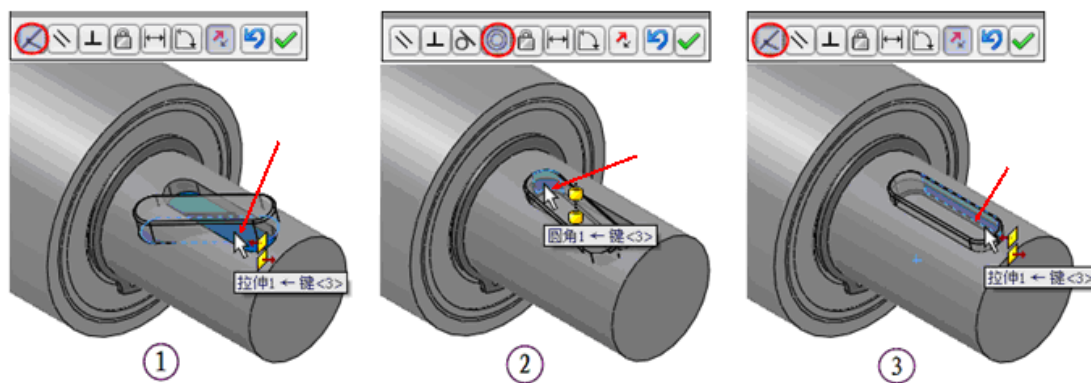

图 9-15 设定“键”配合
按住“Alt”键, 拖动“键”的底面到键槽的底面如图 9-15①所示, 当光标出现反馈时松开鼠标, 弹出【配合】关联菜单, 单击【确定】按钮, 建立如图 9-15②所示的【同心】配合和如图 9-15③所示的【重合】配合。